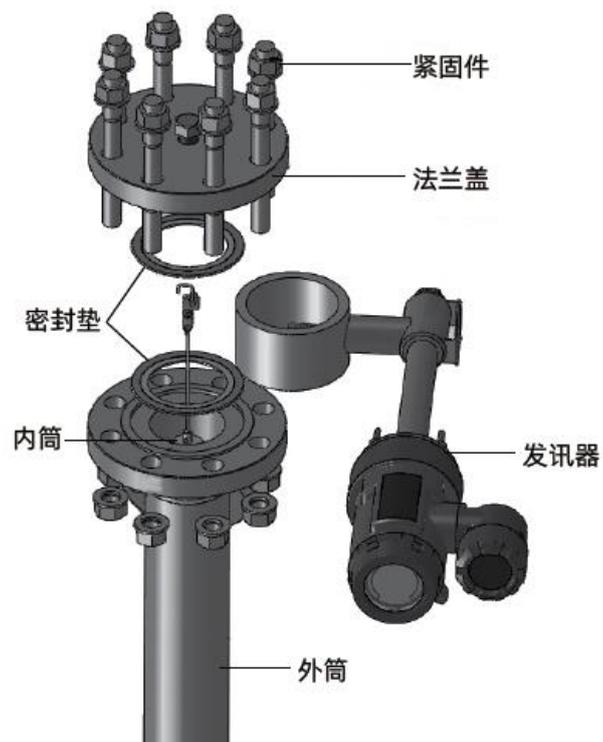

图 7 安装
6.2.2 发讯器与内筒安装：用手提着内筒上的连接器拉环（图 6），把连接器套入发讯器杠杆顶端，再将拉环转到闭锁位置，内筒即被锁在杠杆上（图 7）。
### 6.3 安装操作过程-图 7